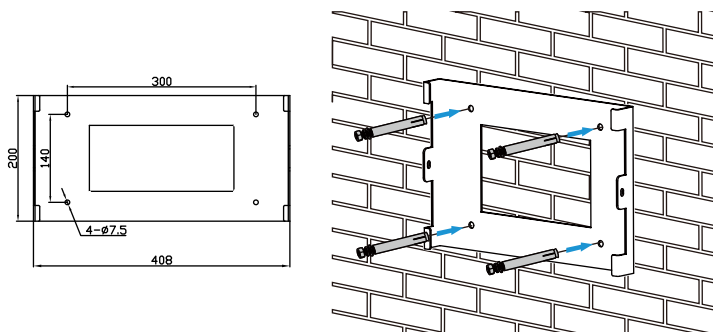

Figura 9. Instalação do suporte de fixação
Deve ser instalado na posição vertical, com mostrado na figura 9. Procedimento de instalação:
2. Certifique-se de que o suporte esteja nivelado e os furos alinhados. (Figura 9)